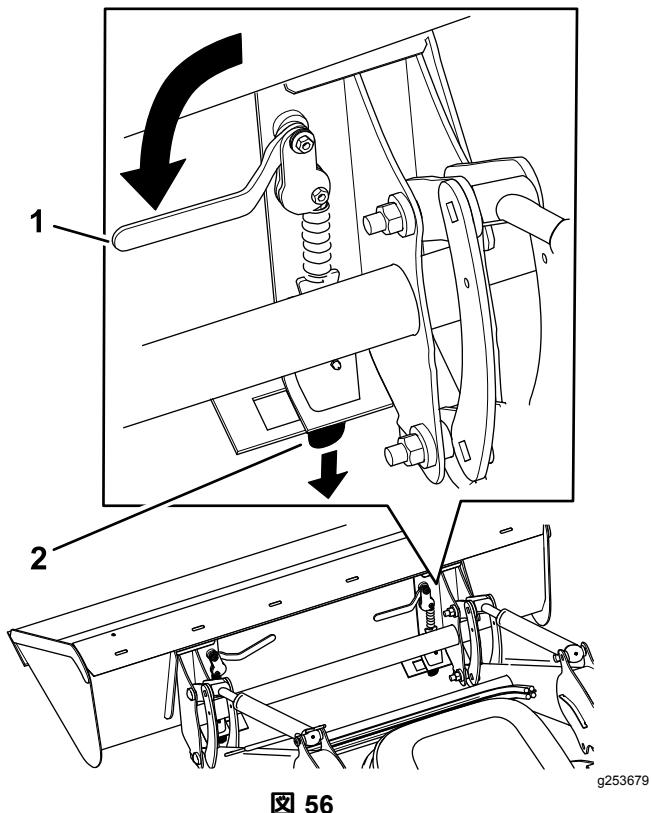

図 56
8. クイックアタッチレバーを車両中央側に倒すクイック取り付けピンをアタッチメント取り付けプレートに完全に通す図 56。